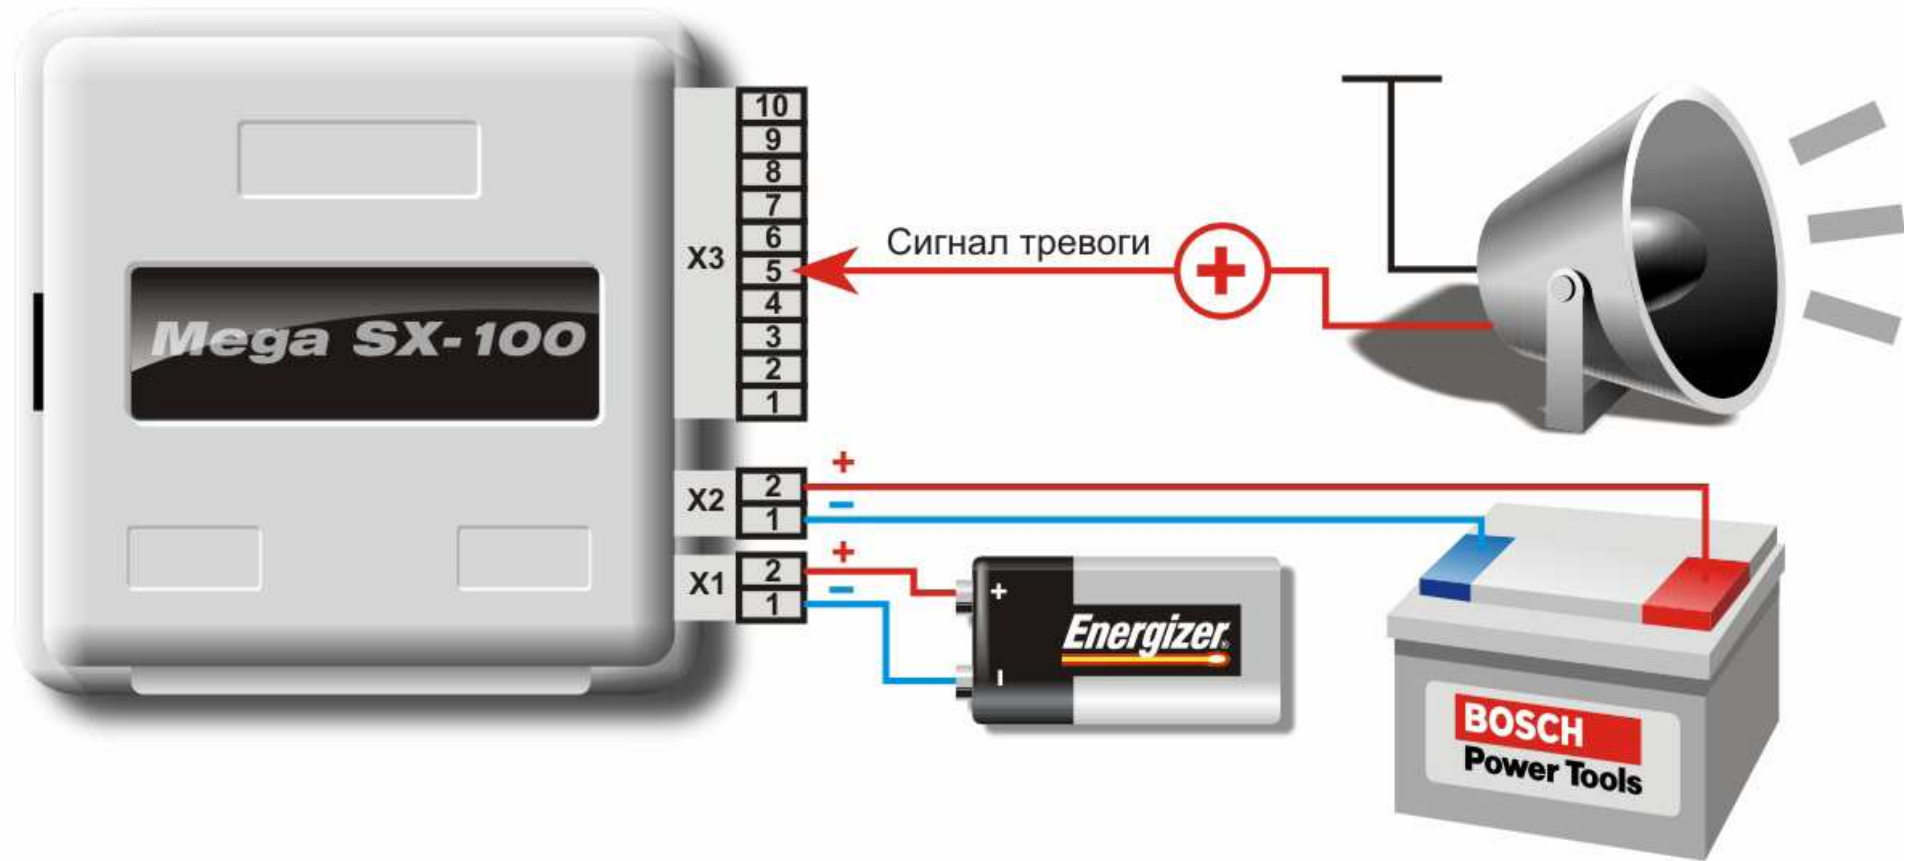

Рисунок 4.
- произведите монтаж соединительных линий соответственно схеме (Рисунок 4);